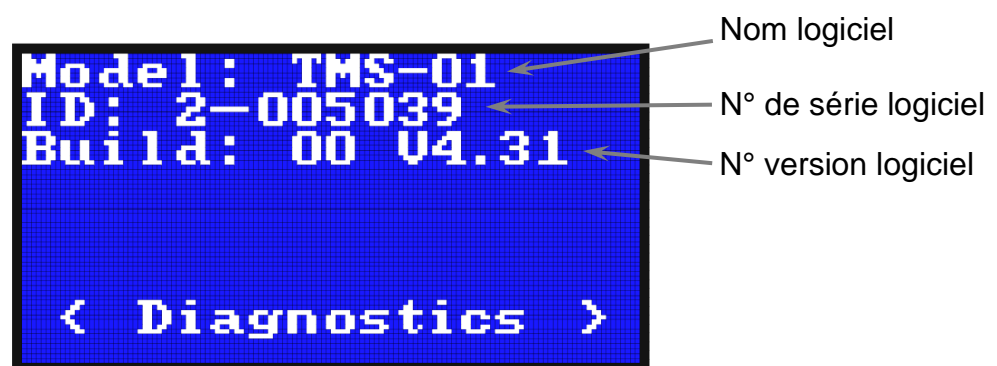

Figure 2-55, Écran – Page Configuration
- L'instrument *Configuration* visualise les informations sur la version du logiciel du cerveau. La Figure 2-55 montre l'écran du clavier pendant l'utilisation de cet instrument. « Model » visualise le nom du logiciel installé. « ID » visualise le numéro de série de la carte principale du cerveau. « Build » visualise le numéro de la version du logiciel installé.